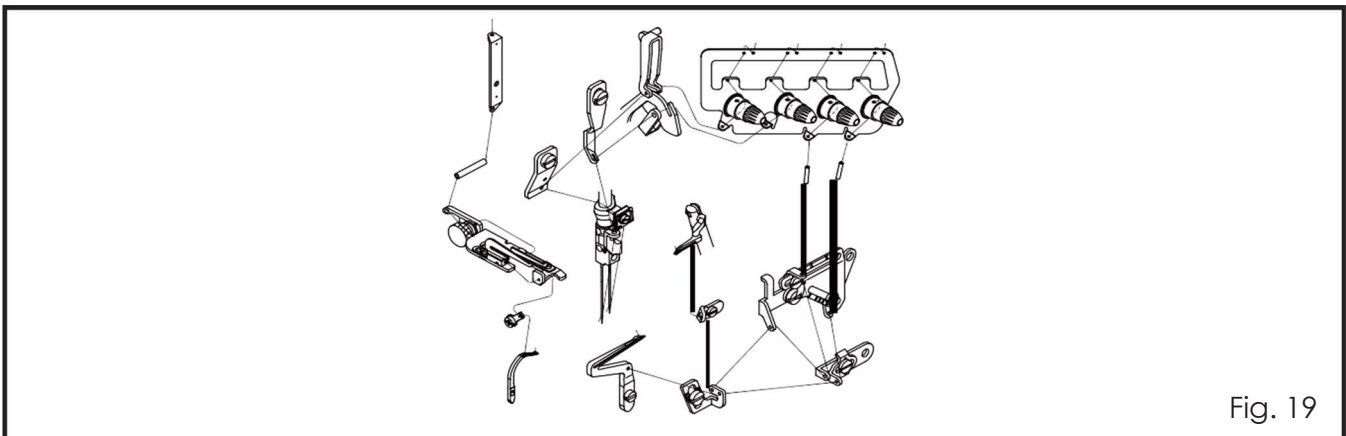

Fig. 19
3. Somente para cinco linhas 757(Fig. 19)